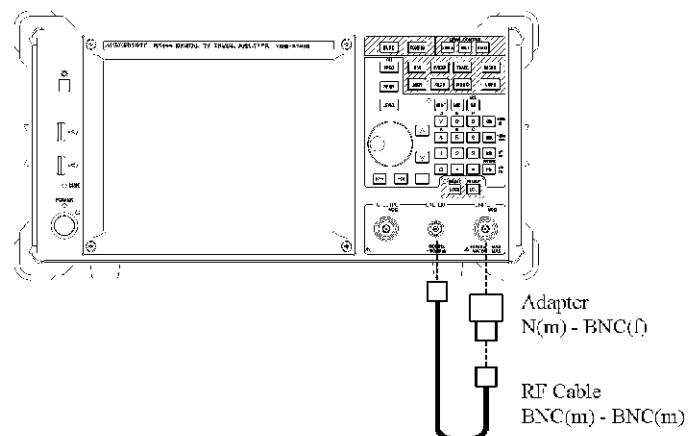

図 3-11 オート・キャリブレーション
6. R3466 は、標準付属品の N(m)-BNC (f) アダプタ、入力ケーブル (A01261-30) を使用し、図3-11のように接続します。R3466N は、NC(m)-BNC (f) 75 Ω アダプタ、75 Ω 入力ケーブルを使用します。